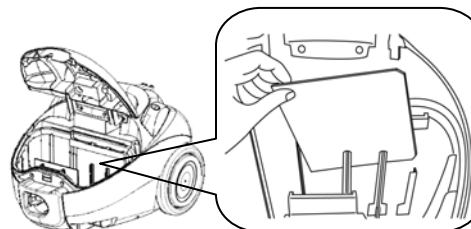

Fig. 18
3. Inserte un filtro limpio en su lugar entre ambos postes y la entrada del motor. (Fig. 18)